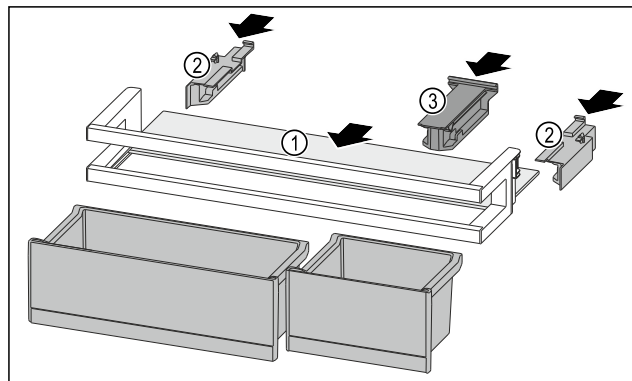

Fig. 278
- Odkládací plochu Fig. 278 (1) zasuňte do bočních vybrání.
- Boční díly Fig. 278 (2) vložte.
- Držák Fig. 278 (3) vložte.